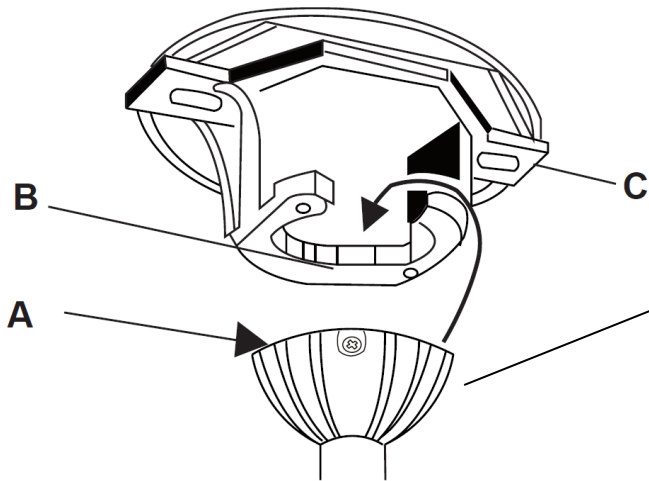

Abb. 7A
Setzen Sie den kompletten Ventilator in die Halterung ein. Achten Sie darauf, dass der Passstift (B) der Halterung (C) in die Sicherungsnut (A) der Kugelaufhängung greift, um ein Verdrehen des Ventilators im Betrieb zu verhindern. (Abb. 7A)